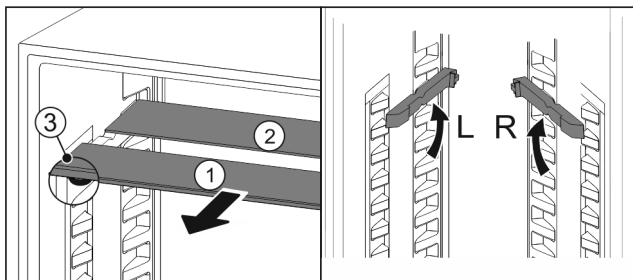

Fig. 94
- ▶ Wyciągnąć Fig. 94 (1) pojedynczo półki szklane do przodu.
- ▶ Płyta szklana Fig. 94 (1) z listwą ozdobną znajduje się z przodu.
- ▶ Stopery Fig. 94 (3) wskazują w dół.